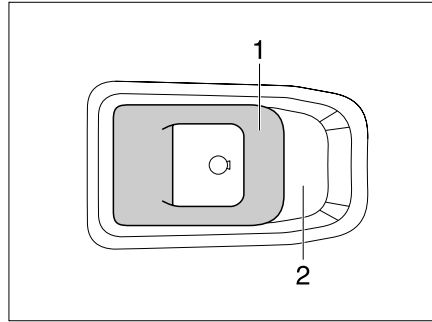

Bild 50 Dörrlås ingångsdörr, insida
- Öppna:** ■ Dra i handtaget (Bild 50,1).
- Låsa:** ■ Tryck handtaget (Bild 50,1) i greppkåpan (Bild 50,2).